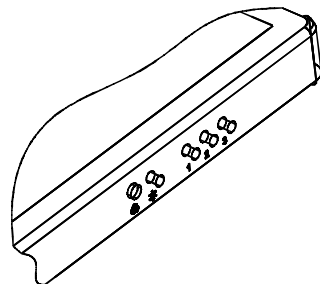

РИС. 7
7.2.1. Кнопочный переключатель (рис.7) с лампой индикации имеет четыре кнопки с фиксацией.